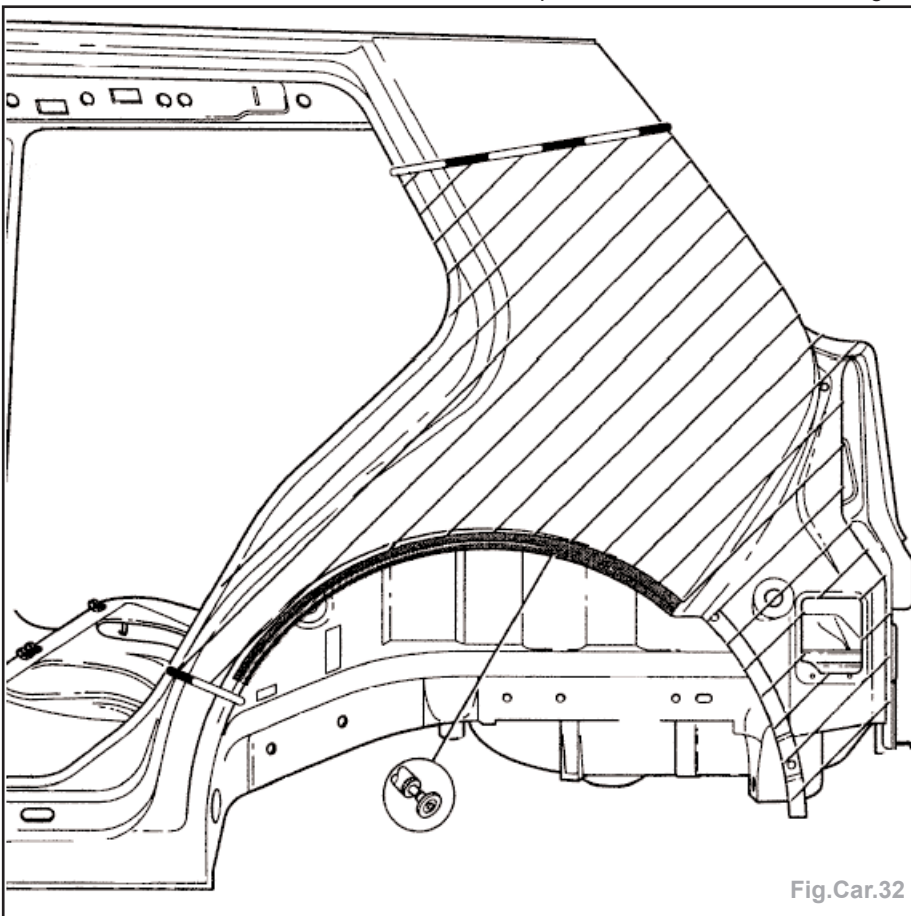

Fig.Car.32
- Zones de découpe (Fig.Car.32) :